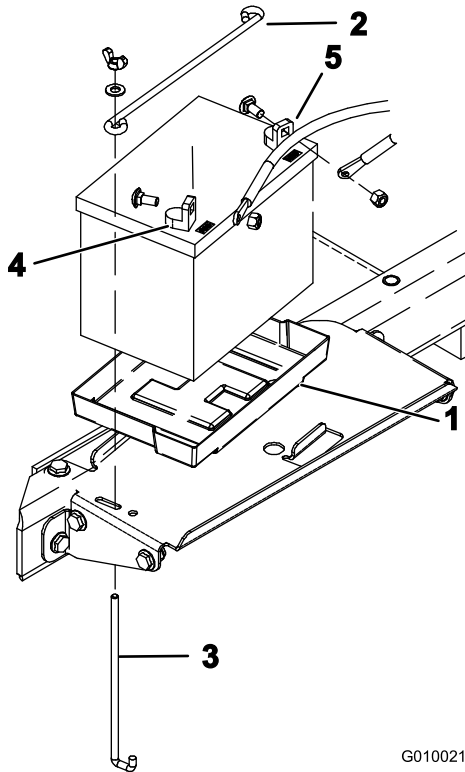

Figura 14
1. Asamblezi bateria în tava din compartimentul bateriei (Figura 14). Poziționezi bateria astfel încât bornele să fie aliniată spre exterior.